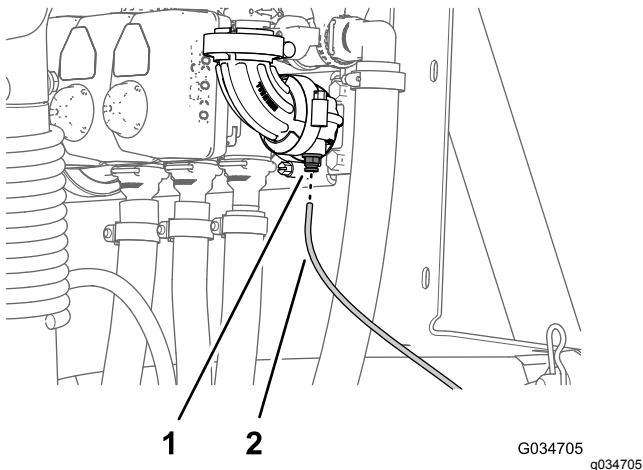

Figure 11
1. Poussez la bague de blocage du raccord de tube dans le raccord coudé à 90° de la vanne de section de rampe droite (Figure 11).
2. Tirez le tube de détection de pression de planche de bord hors du raccord de tube (Figure 11).